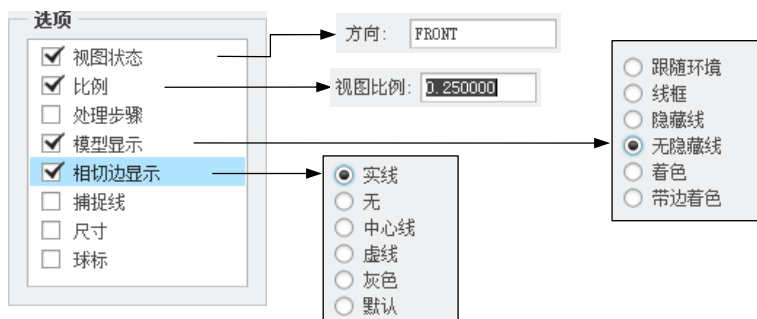

图 9.1.5 修改模板视图指令
(2) 修改模板视图指令，如图 9.1.5 所示。
- ① 修改名称：为“FRONT”，在 **类型** 下拉列表中选取 **常规** 选项。
- ② 在 **选项** 区域中选中 ☒ **视图状态** 复选框，在 **值** 区域的 **方向** 文本框中输入视图方向名称“FRONT”。
- ③ 在 **选项** 区域中选中 ☒ **比例** 复选框，在 **值** 区域中设置视图比例值为 0.25。
- ④ 在 **选项** 区域中选中 ☒ **模型显示** 复选框，在 **值** 区域中选中 ☒ **无隐藏线** 单选项。
- ⑤ 在 **选项** 区域中选中 ☒ **相切边显示** 复选框，在 **值** 区域中选中 ☒ **实线** 单选项，即以实线显示切边。